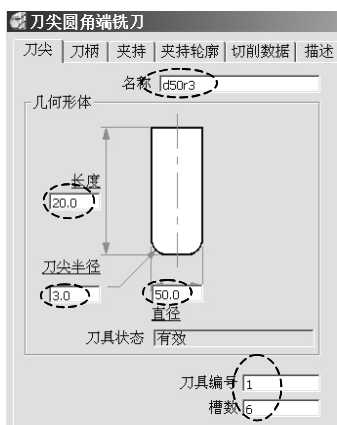

图 8-4 设置“d50r3”刀具切削刃部分参数
2) 创建粗加工刀具：在 PowerMILL 资源管理器中右击“刀具”树枝，在弹出的快捷菜单条中选择“产生刀具”→“刀尖圆角端铣刀”，打开“刀尖圆角端铣刀”表格，按图 8-4 所示设置刀具切削刃部分参数。